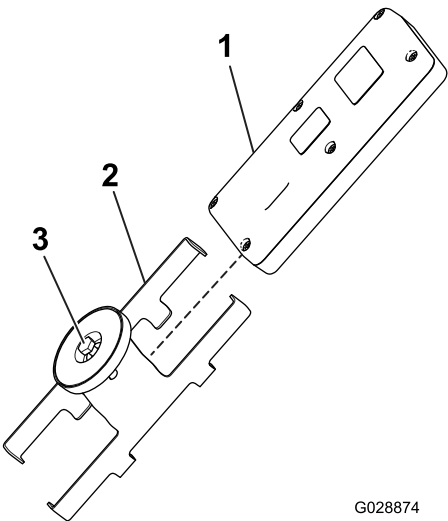

Figura 19
5. Montate il telecomando sulla relativa staffa magnetica, fate scorrere le due metà insieme per fissare il telecomando e serrate il bullone nel magnete (Figura 19).